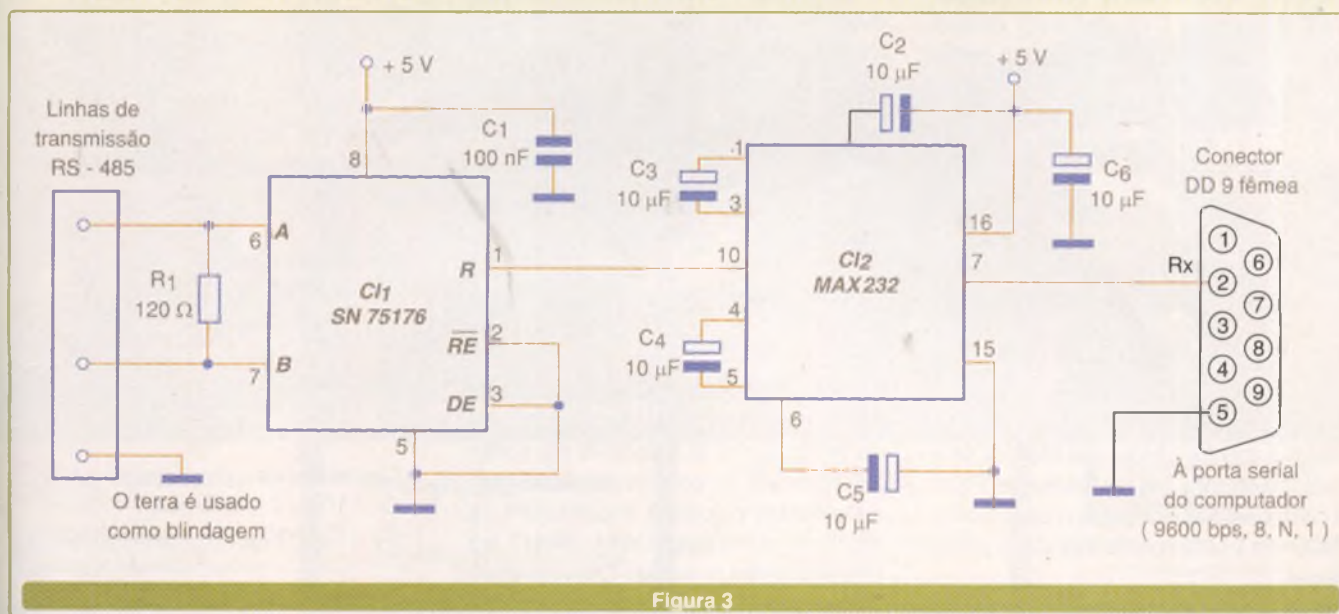

Figura 3
No outro extremo (**figura 3**) temos outro SN75176 conectado como receptor, ser qual se encarrega de converter os sinais RS-485 para TTL. Depois, será necessário ainda converter os sinais TTL entregues pelo SN75176 para RS-232, que é a norma das portas seriais dos computadores pessoais (PC). Para essa aplicação, o microcontrolador foi